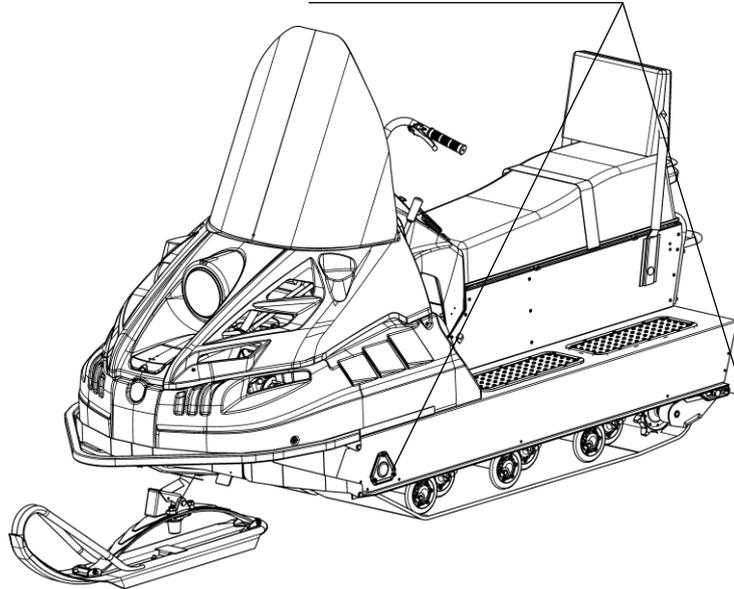

Рисунок 12 – Схема стрповки снегоходов БУРАН 4Т
- снегоходы БУРАН 4Т – за нижние передние уголки рамы и заднюю окантовку рамы (рисунок 12);